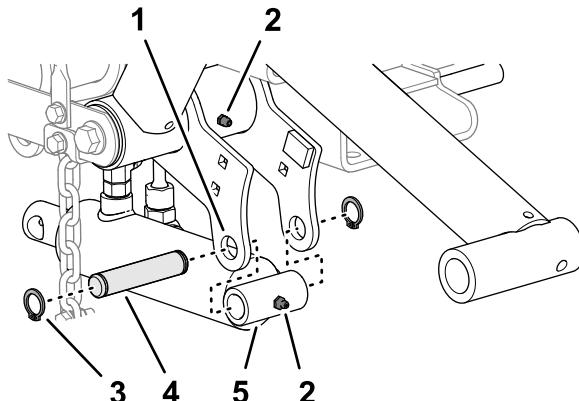

Figura 12
1. Allineate l'estremità del tappo del cilindro di sollevamento con i fori nelle flange del braccio di sollevamento sinistro (Figura 12).
2. Assemblate il cilindro alle flange con il perno di montaggio e 2 anelli elastici (Figura 12).
3. Applicate grasso n. 2 a base di litio ai raccordi d'ingrassaggio del braccio di sollevamento e del cilindro idraulico (Figura 12).